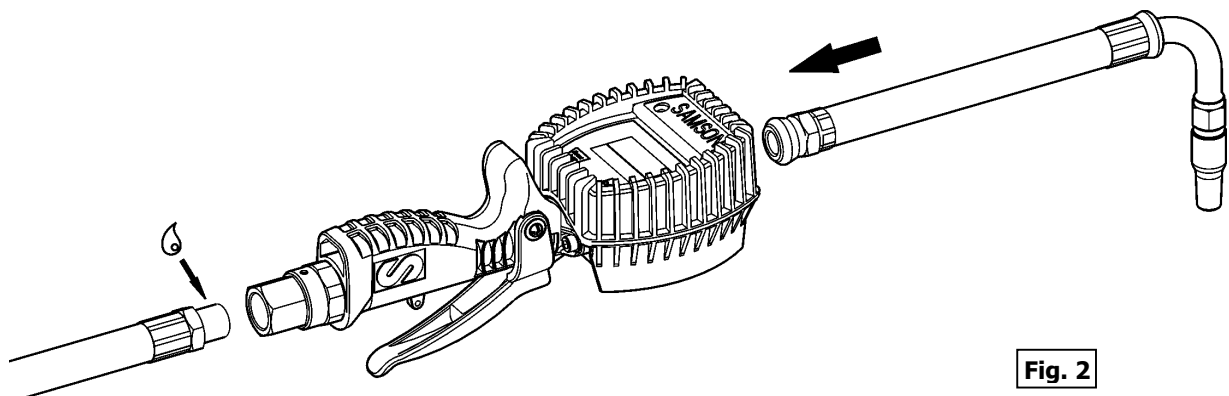

Fig. 2
1. Install the outlet extension to the outlet thread of the meter and tighten it well (fig 2).
1. Coloque la extensión a la salida de la pistola y apriete firmemente (Fig. 2).